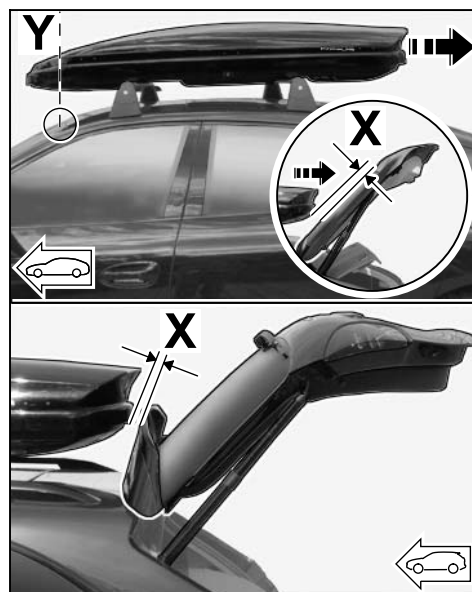

Fig. 6
4.8.3 Ouvrir avec précaution le capot / hayon arrière du véhicule et contrôler l'écart "X" par rapport à la malle de toit 320 (⇒ Fig. 6).